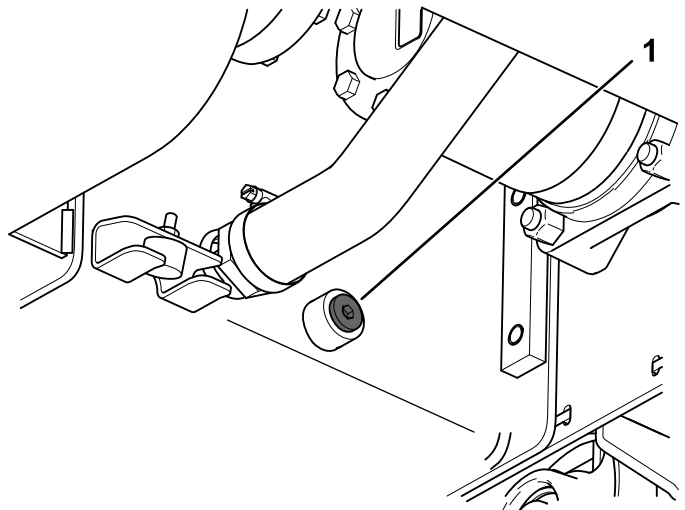

図 63
9. ドレンプラグを外して排出されるオイルを容器に回収する 図 63。
- A. ブームをアームに固定しているボルト 2 本とナットを外す 図 63。